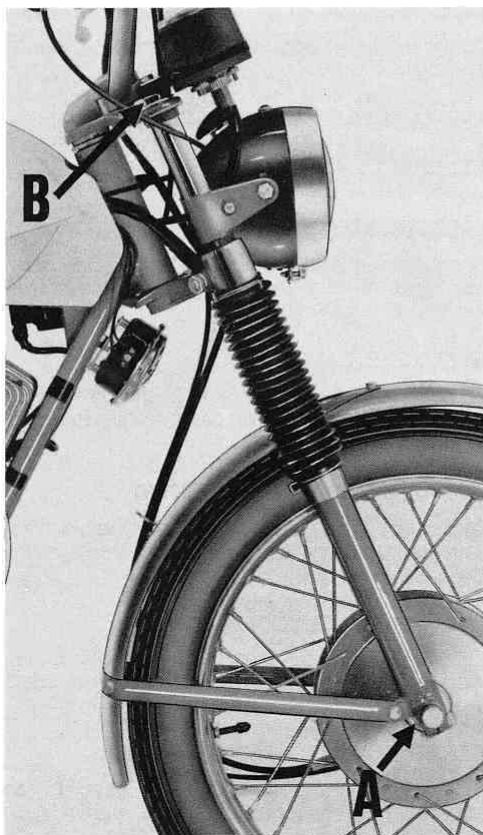
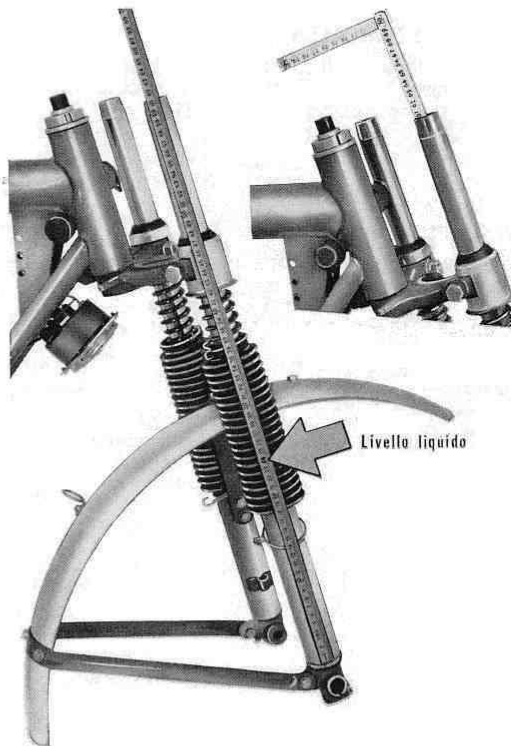

Fig. 79
Fig. 80
- immettere nei bracci della forcella il liquido per ammortizzatori dopo aver avvitato i tappi di scarico (A) con guarnizione dai fori
per tappi di immissione (B) vedere fig. 79. Quantità di olio da immettere litri 0,125 per braccio, si consiglia "Shell Tellus 33" o consimili. Per il controllo del liquido nei bracci forcella, occorre infilare un metro nei suddetti bracci ed accertarsi che il suddetto metro venga infilato fino a cm 61, levare quindi il metro ed accertarsi che il livello del liquido si trovi a circa 24 cm, se non fosse a livello aggiungerne della medesima qualità (vedere fig. 80);